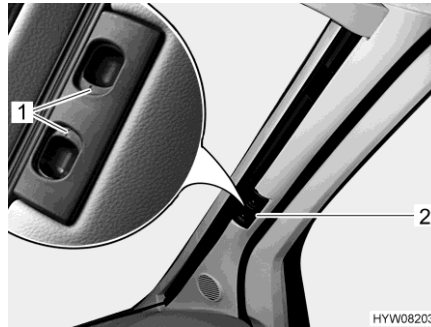

Fig. 81 Tendina oscurante pieghevole (parabrezza)
- Premere le maniglie di sbloccaggio (Fig. 81,1) e mantenerle premute.
- Tirare la tendina oscurante pieghevole del parabrezza per la maniglia (Fig. 81,2) verso il centro della finestra.
- Spingere verso l'esterno le due metà della tendina oscurante pieghevole del parabrezza per la maniglia (Fig. 81,2) fino all'arresto. Durante questa operazione sollevare la maniglia all'altezza della rientranza di bloccaggio.
- Rilasciare le maniglie di sbloccaggio (Fig. 81,1) e mantenerle innestate.